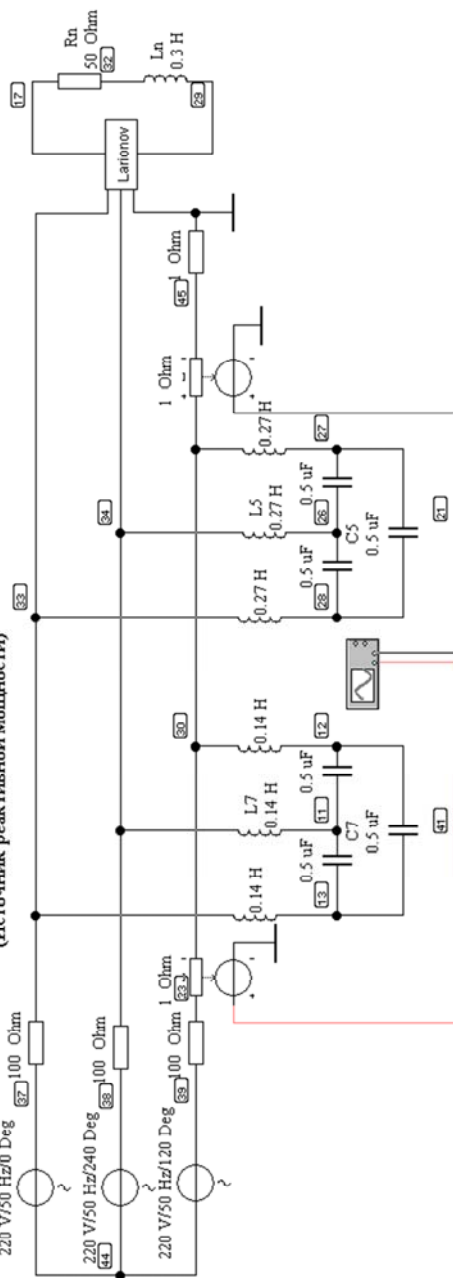

Рис. 19.12. Трехфазный мостовой несимметричный выпрямитель (файл **irm\_four.cwb**)
4. Изучить высшие гармоники в кривой потребляемого тока (файл `irm_four.ewb`, рис. 19.12). Исследовать работу источника реактивной мощности (сетевых фильтров) по осциллограммам.